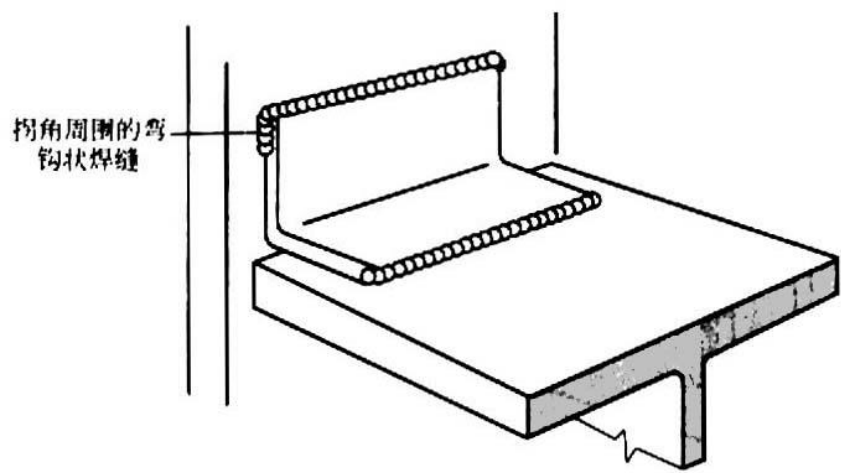
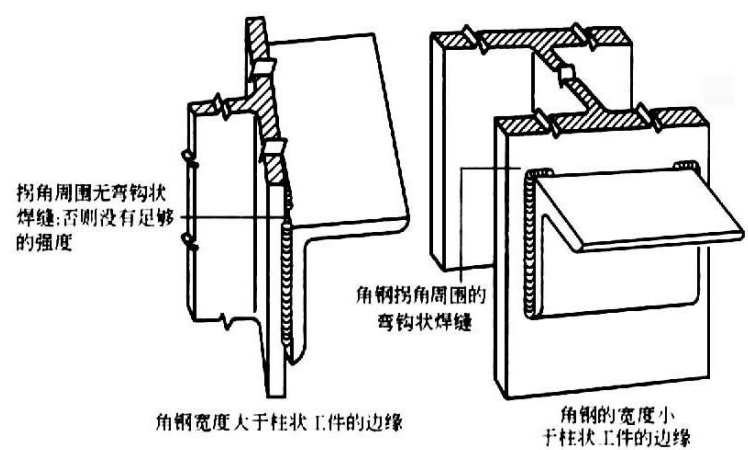
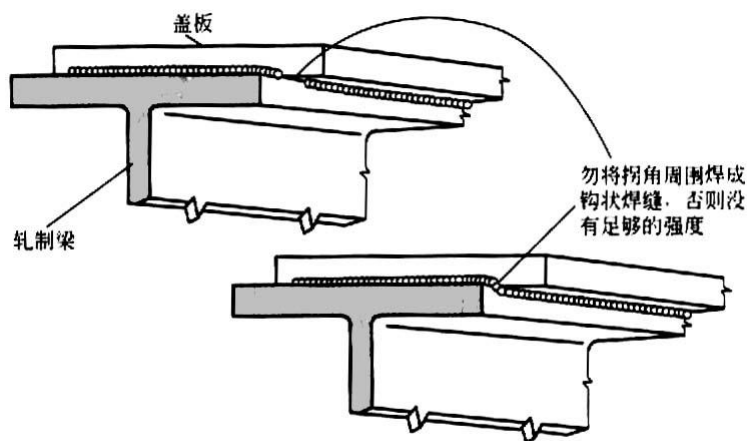

图 85 角钢连接时上部焊缝焊成弯钩状
图 86 角焊缝焊成弯钩状的示意
图 88 板梁上的弯钩状焊缝
② 管子类型不同，表示方法也不同。对于标准管子，用内径公称尺寸 (**in**) × 长度 (**ft**) 来表示，例如：**6"×15′3"**。对于高强度管，用内径公称尺寸 (**in**) × **-Strong Pipe** × 长度 (**ft**) 来表示，例如：**12"X-Strong Pipe×12′6"**。对于双面高强度管，用内径公称尺寸 (**in**) × × **-Strong Pipe** × 长度 (**ft**) 来表示，例如，**4"××Strong Pipe×8′2"**。
③ 对于金属板，通过金属板的宽度、厚度和长度来表示，例如，**60"×1/4"×246"**。
8、焊接结构钢时，经常会遇到是否将焊缝末端拐角周围的角焊缝焊成弯钩状（见图 85）的问题，处理这种问题的一般原则是什么？
通过焊接角钢来连接两工件时上部焊缝焊成弯钩状，如图 85 所示，是根据弯曲和弹性的需要来设计角钢连接的。试验表明，拐角处焊缝长度是角钢长度的 25% 时，焊缝失效前的强度和移动距离最大。上述原则的其他应用示例如图 86～图 88 所示。